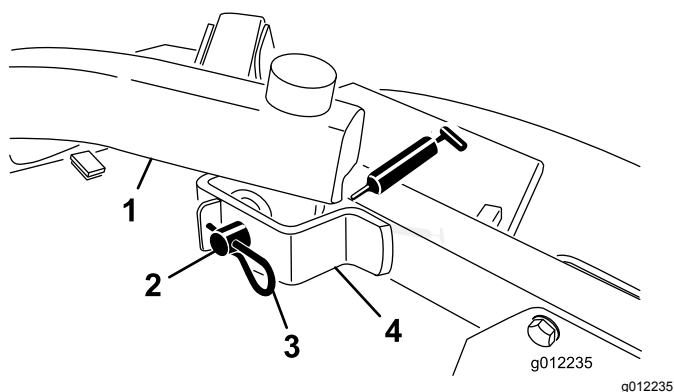

Figura 21
- Perni dei bracci di sollevamento, anteriori (2) (Figura 21)